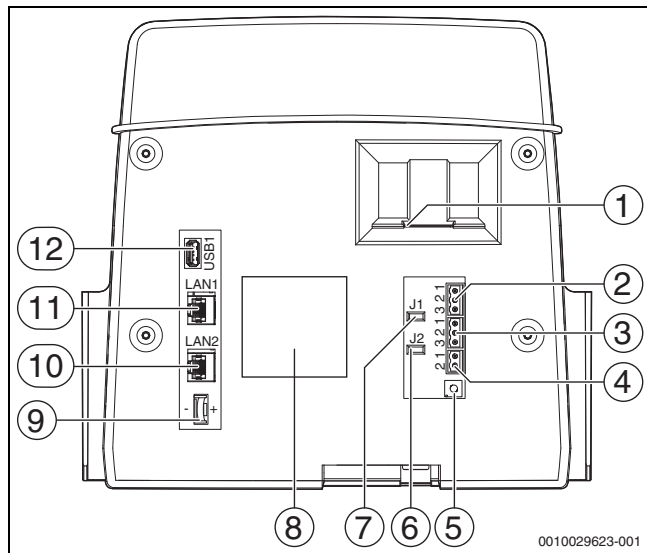

Рис. 4 Подключения пульта управления
- С задней стороны пульта управления к клеммам EMS (→ рис. 4, [4], стр. 10) с
Для теплогенераторов (например, блочная теплоэлектростанция), подключенных через Modbus-RTU (→ рис. 4, [3], стр. 10):
- ▶ Подключите блок-ТЭС к разъему Modbus-RTU (→ рис. 4, [3], стр. 10).
Конечное сопротивление (J2) (→ рис. 4, [6], стр. 10) в состоянии поставки замкнуто (вставлено = активировано).